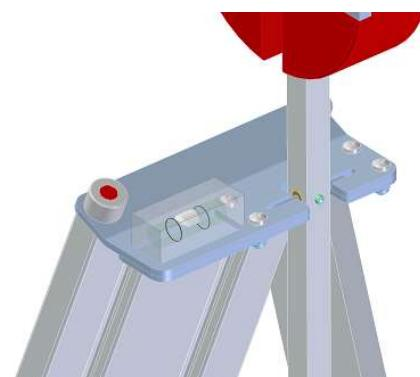

Fig. 2: Placa de posicionamiento con varilla pendular colgada
- Tome el péndulo con las dos manos y suspéndalo cuidadosamente de la placa soporte (ver Fig. 2).